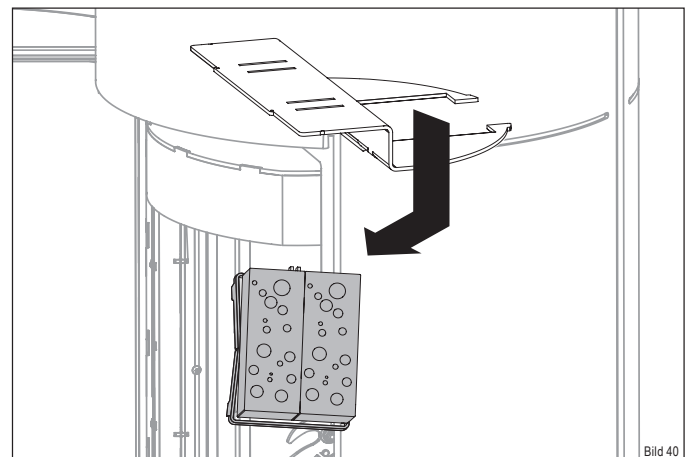

Bild 40
- ▶ Entnehmen Sie die Katalysatoren-Einheit durch die Öffnung (Bild 40).